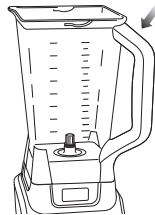

Fig. 3a
- 5 La jarra se puede colocar en la base del motor de dos formas distintas; el mango puede quedar en la esquina delantera derecha o en la delantera izquierda. (Fig. 3a, Fig. 3b)